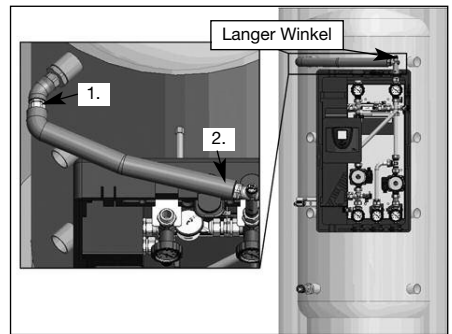

Abb. 6.8
- Langer Winkel mit Entlüftungsstopfen montieren (s. Abb. 6.8)
- ablängbaren Metallwellschlauch an Position 1. festschrauben und vorbiegen (s. Abb. 6.8)
- ablängbaren Metallwellschlauch auf nötige Einbaulänge kürzen (s. Abb. 6.8 und folgende Anleitung Metallwellschlauch kürzen beachten)